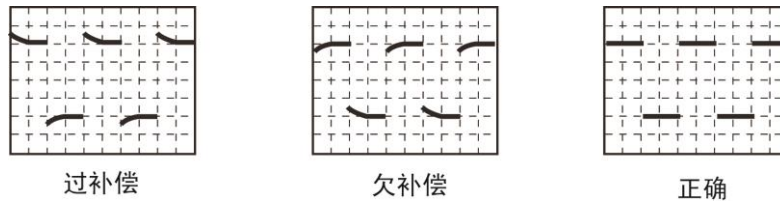

图 5.4 探头补偿信号
(3) 接入探头补偿端信号后，点击【Auto Setup】一键捕获波形，此时屏幕上可能会出现图 5.4 所示三种波形其中一种，探头补偿端方波幅值约为 3V，频率为 1KHz。
为何会出现如图 5.4 所示的过补偿和欠补偿现象。原因是没有对探头进行低频补偿调节，使用任一无源探头与示波器首次相连均须进行低频补偿，以便与示波器通道的输入特性匹配，否则可能导致显著的测量误差。以标配的 100M 无源探头 ZP1010SA 为例说明低频补偿步骤。
- (2) 波形在屏幕上显示 2~3 个信号周期且信号所占垂直刻度为 2 至 6 格。可以在示波器的屏幕上看到如图 5.4 所示三种波形其中的一种，若出现过补偿和欠补偿现象则需要对探头的低频补偿调节。